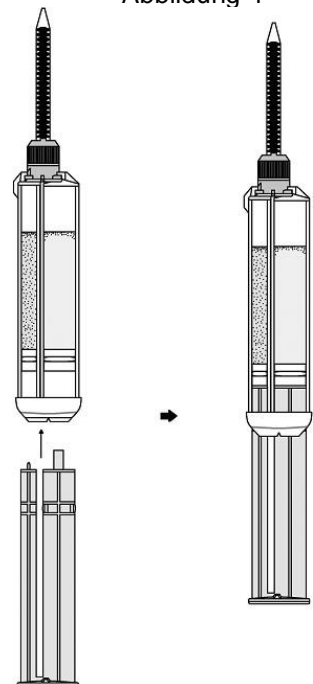

Abbildung 6
6. Die Spritze aufrecht haltend, den Doppelkolben in die hinteren Öffnungen der entsprechenden Kammern des Spritze einführen, bis Widerstand der Silikonkolben spürbar wird (Abbildung 6).